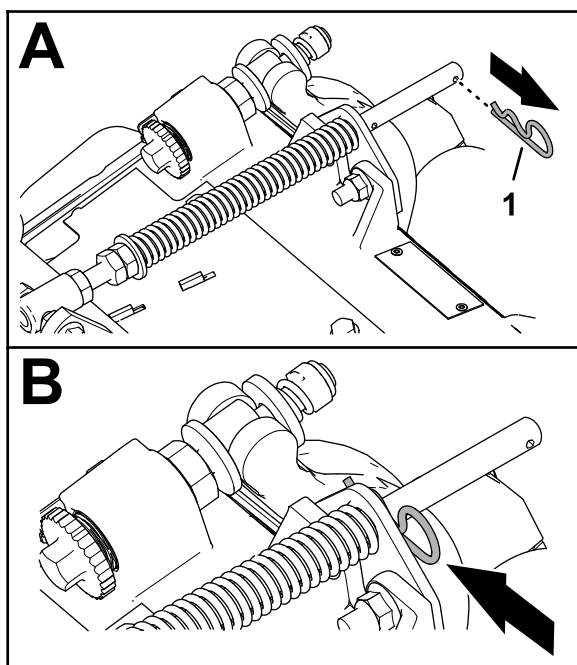

Figure 17
1. Si la goupille fendue se trouve dans le trou arrière de la tige du ressort de compensation, retirez-la et insérez-la dans le trou près du support (Figure 17).